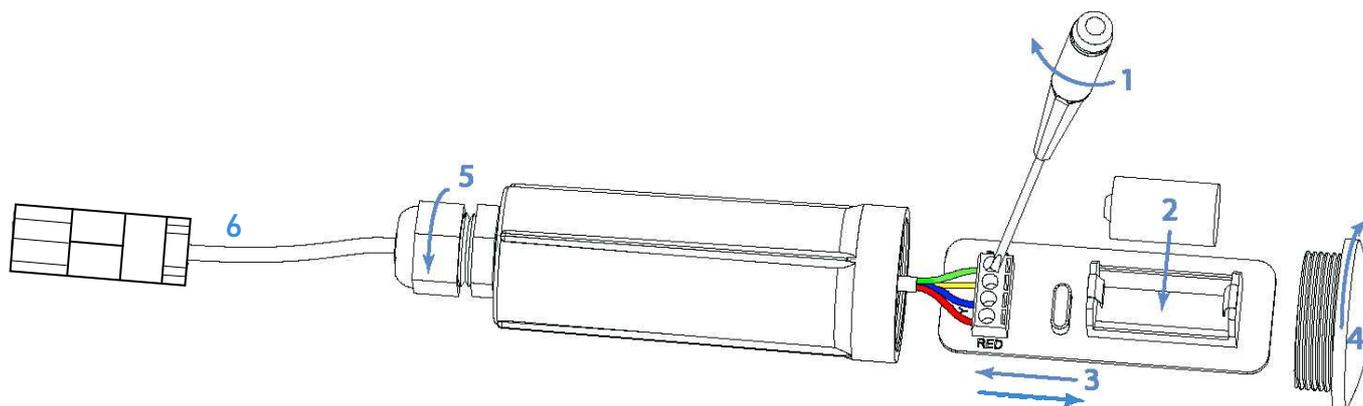

Рис. 4.1 - Подключение зонда Probe S к клеммнику
1. Открутите торцевую крышку 4 корпуса тега, вращая её против часовой стрелки. Выньте плату тега 3 из его корпуса (см. Рис. 4.1).
4. Просуньте конец зонда Probe S или зонда Probe S3 6 со свободными от изоляции и залуженными цветными проводами сначала через гайку 5, а затем через отверстие кабельного ввода тега и вставьте их в клеммный блок. При этом соблюдайте цветовую маркировку, как показано на Рис. 4.1 или в Таблице 4.1. Затяните винты клеммного блока с помощью отвёртки 1.
5. Извлеките бумажную изолирующую ленточку, отделяющую полюс батареи питания от одного из контактов холдера, расположенного на плате тега. Либо выньте из упаковки и вставьте в холдер поставляемую в комплекте тега батарею 2 типоразмера 1/2AA (см. Рис. 4.1). Светодиодный индикатор на печатной плате должен начать мигать, ожидая подключения тега к менеджеру.